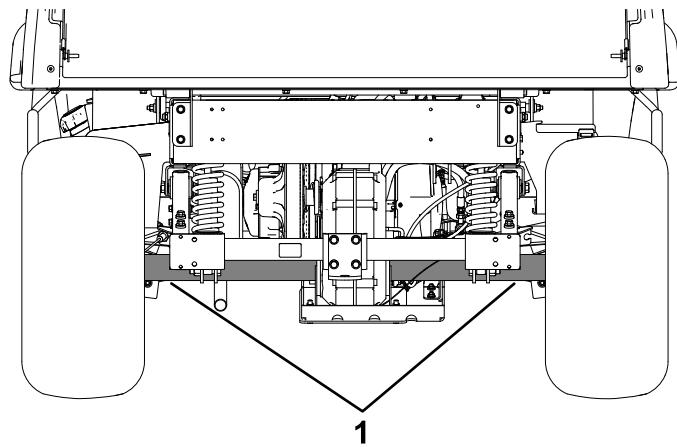

図 27
- ・ 車体後部のジャッキアップポイントはアクスルチューブの下側です図 27。